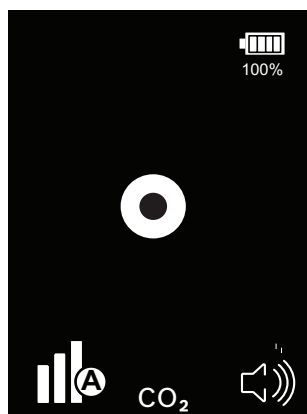

Fig. 6: Stato stazionario
- ⇒ Il rilevatore IR LD 1.0 emetterà un allarme fisso in sincrono con il lampeggio del cerchio centrale (vedi Fig. 6).